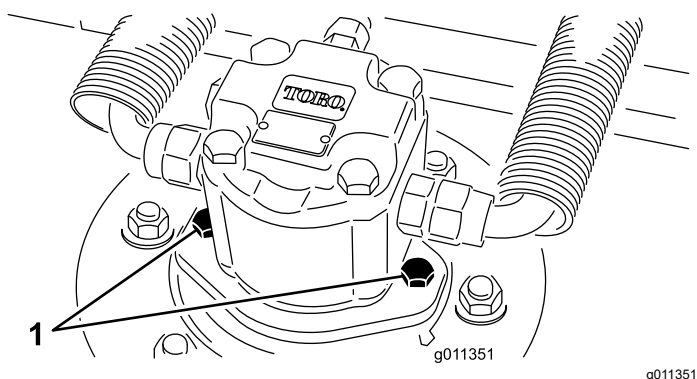

Figure 61
2. Débranchez et déposez le moteur hydraulique de l'unité de coupe (Figure 61). Couvrez le dessus de l'axe pour éviter toute contamination.
4. Montez le moteur hydraulique sur le tablier de coupe (Figure 61). Vérifiez que le joint torique est en place et en bon état.